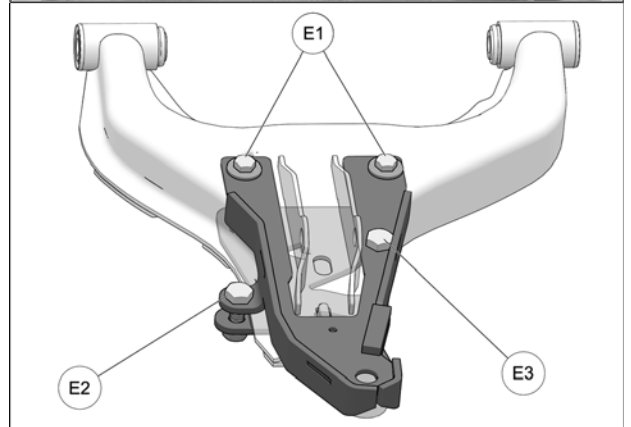

Fig. 21
9. Serrer écrou (1) du joint à rotule au couple spécifié par le constructeur du véhicule. Serrer ensuite les boulons M10 (E3-E2) à un couple de 50 N-m [37 lb-pi] et les boulons M8 (E1) à un couple de 25 N-m [18 lb-pi]. Voir la Fig. 21.